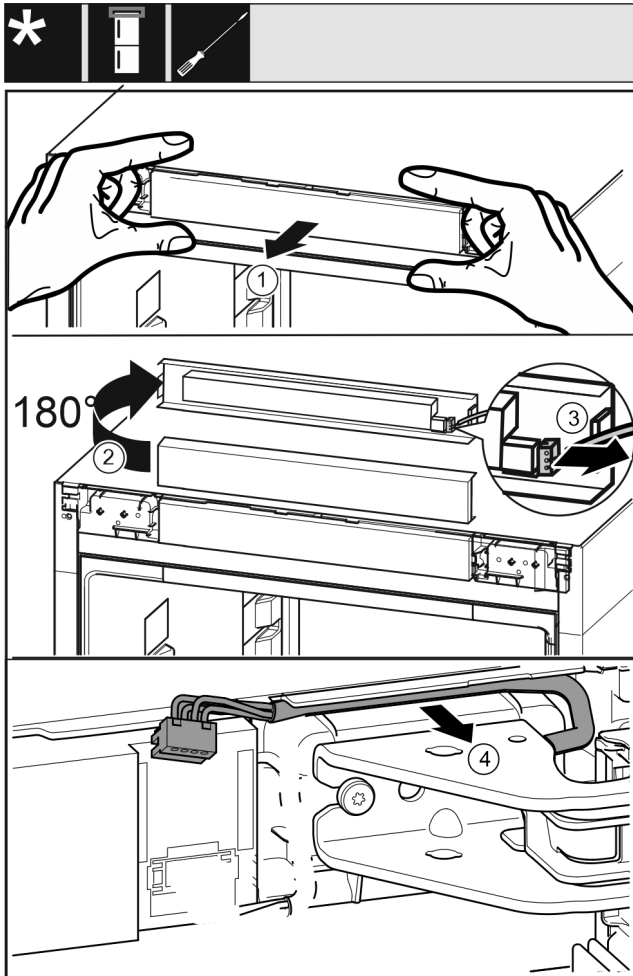

Fig. 19
- ▶ Lironi nga përpara me kujdes panelin e komandimit të pajisjes. Fig. 19 (1)
- ▶ Rrotulloni për lart me 180° panelin e komandimit. Fig. 19 (2)
- ▶ Shtypni nga prapa majën e kapjes dhe tërhiqni spinën jashtë me kujdes. Fig. 19 (3)
- ▶ Lironi me kujdes kabllon nga udhëzuesi mbi bazamentin mbështetës. Fig. 19 (4)